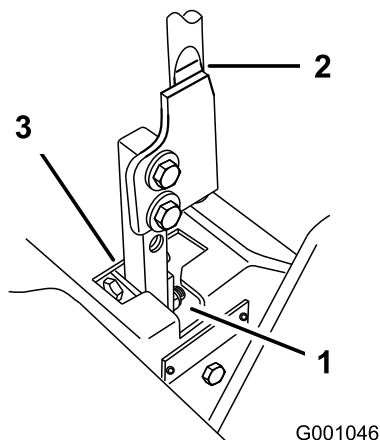

Figura 76
5. Mueva la palanca a la posición de punto muerto, pero no bloqueada (Figura 76).
6. Tire hacia atrás de la palanca hasta que el pasador (en el brazo debajo del eje pivotante) entre en contacto con el extremo de la ranura (empezando justo a tensar el muelle) (Figura 76).
7. Compruebe la posición de la palanca de control con relación a la muesca de la consola (Figura 76). Debe estar centrada para que la palanca pueda girar hacia fuera a la posición de bloqueo/punto muerto.